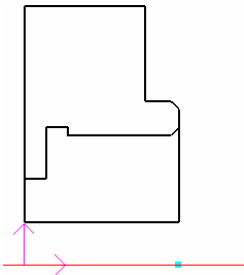

图 4-190 钻孔刀具轨迹
3) 生成刀具轨迹。单击“确定”按钮后，系统提示：拾取钻孔起始点，选择（36，0）作为钻孔位置的起始点，则在轴心线上形成钻孔轨迹（一条红色的轨迹线），如图 4-190 所示。